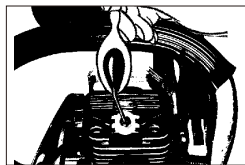

Рисунок 19
5. Залейте 1 чайную ложку чистого масла для 2-тактных двигателей в камеру сгорания. Несколько раз плавно потяните шнур стартера для распределения масла по внутренним компонентам. Установите свечу зажигания на место (рис. 19).